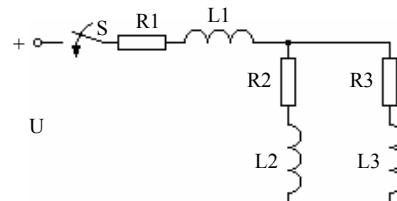

Рис. 15.3
**ные.** Цепь, изложенная на рис. 15.3, имеет параметры, приведенные в табл. 15.3.